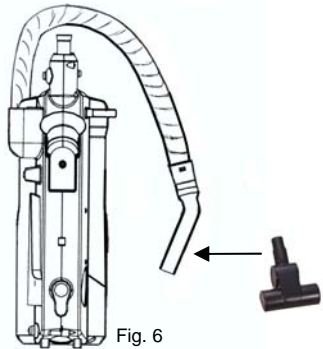

Fig. 6
1. Retirez le boyau souple du raccord du boyau. (Fig. 6)